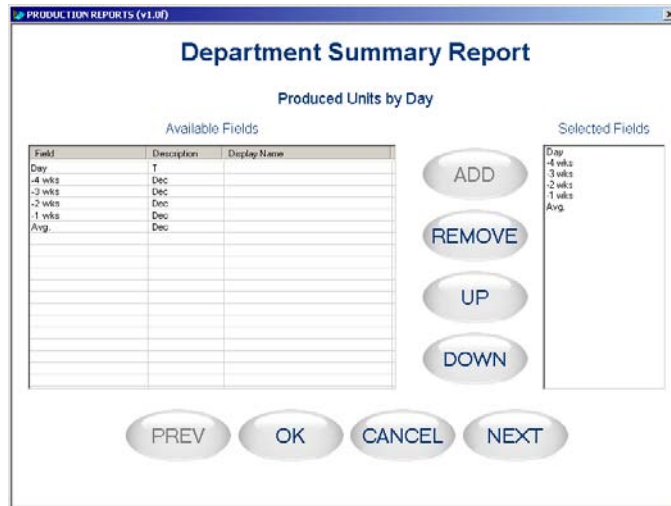

Figura 9: Configuración de campos para "Produced Units by day" (Unidades producidas por día)
3. Si no puede lograrse una densidad óptica de por lo menos 2.3 en la franja negra en la parte posterior del revestimiento, el ancho del revestimiento deberá aumentarse como se muestra en la Figura 9 de manera que la etiqueta preimpresa no quede en el trayecto del sensor de espacio.